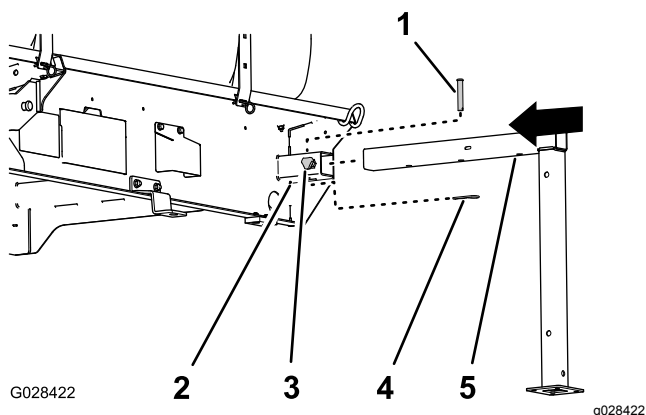

図 105
1. 前用のジャッキスタンドを、タンク前部のジャッキスタンド受けに合わせる図 105。
2. ジャッキスタンドをスタンド受けに差し込み、スタンドの水平チューブの中央の穴をジャッキ受け上部の穴に整列させる図 105。
4. ジャッキ受けにロックノブを取り付けて手締めする図 105。